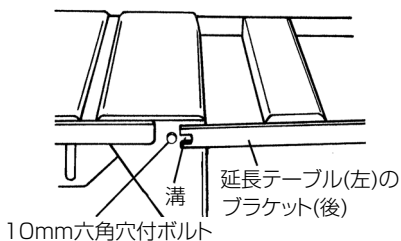
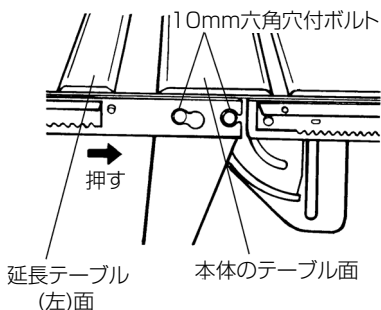

図 17
図 18
- (4) 延長テーブル(左)を図18の矢印方向に突当たるまで押し付け、10mm六角穴付ボルト(図17、18参照)3個を付属(図4参照)の8mm六角棒スパナで軽く締付けます。
- (6) 最後に10mm六角穴付ボルト(図17、18参照)3個を付属(図4参照)の8mm六角棒スパナで十分に締付け、延長テーブルを本体のテーブルに固定します。